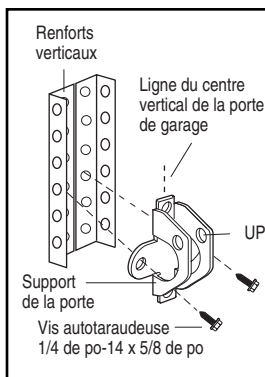

Figure 2A
- Percer des trous de fixation de 3/16 po. Fixer le support de porte à l'aide des deux vis autotaraudeuses de 1/4 po-14 x 5/8 po (Figure 2A).